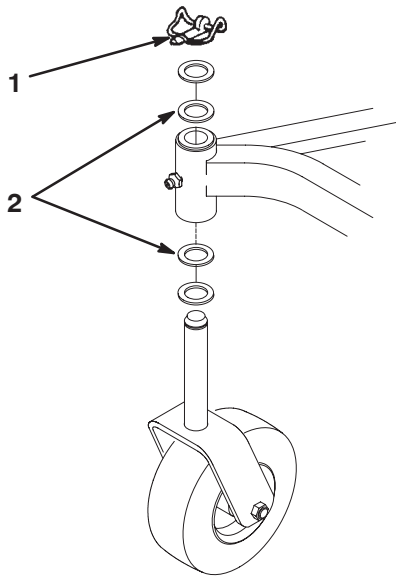

Figure 23
4. Insérez un chasse-goupille dans le haut ou le bas du tube de montage et chassez la bague hors du tube (Fig. 23). Chassez ensuite l'autre bague. Nettoyez l'intérieur du tube de montage.